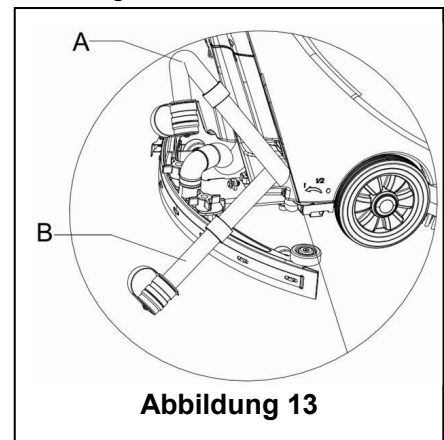

Abbildung 13
2. Heben Sie mit dem Hebegriff der Sauglippe (14) den Abstreifer an.
4. Greifen Sie den Lenker (2) und kippen Sie vorsichtig das Gerät zurück, bis das Führungsrad den Boden berührt. (Ankoppeln des Geräts, siehe Maßnahmen im Abschnitt Anhalten des Geräts.)
5. Nehmen Sie den Ablaufschlauch vom Befestigungsclip, biegen Sie das obere Ende des Ablaufschlauchs (wie in A, Abbildung 13, dargestellt). Öffnen Sie dann die Abdeckung des Ablaufschlauchs, senken Sie den Ablaufschlauch auf ein niedriges Niveau oder auf den Boden, um das Wasser abzulassen. Alternativ können Sie den Ablaufschlauch in eine niedrige Position oder auf den Boden absenken, damit der Wasserablauf nach unten zeigt (wie in B, Abb. 13, dargestellt). Drehen Sie dann die Abdeckung des Wasserablaufschlauchs auf, um das Abwasser aus dem Tank zu leiten. Reinigen Sie nach der vollständigen Entleerung den Schmutzwassertank mit sauberem Wasser.
Beim Ablassen des Abwassers muss das Vakuum-Rohr für Abfälle gefaltet oder abgesenkt werden (wie in Abbildung 13, A oder B dargestellt). Öffnen Sie dann den Deckel des Vakuum-Rohrs für Abfälle, um das Wasser abzulassen. Heben Sie den Ablauf des Vakuum-Rohrs für Abfälle nicht nach oben an, um das Wasser vertikal abzulassen. Damit vermeiden Sie, dass Abwasser auf den Anwender spritzt.